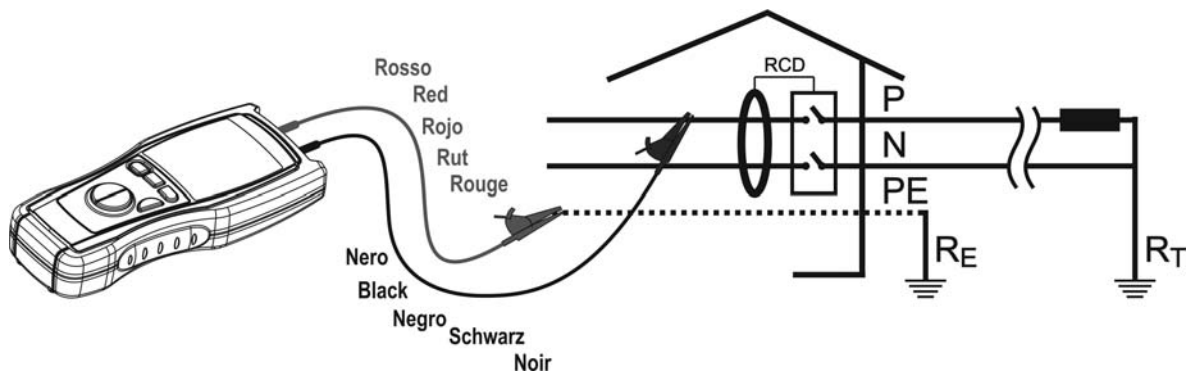

Fig. 8: Connessione dei terminali dello strumento in prova MΩ
6. Collegare i terminali dello strumento ai capi dei conduttori dei quali si desidera misurare l'isolamento reciproco (vedere Fig. 8)